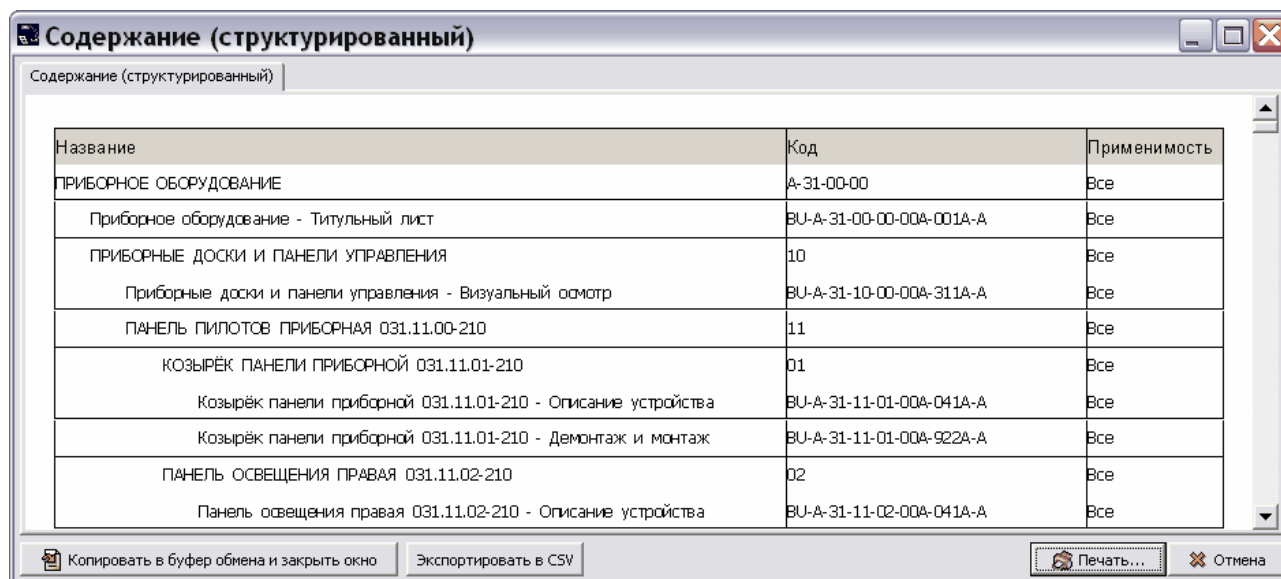

Рис. 8.61
- Нажмите на кнопку **Предпросмотр** в нижней части окна. При этом появится окно с созданным отчетом. Пример отчета **Содержание (структурированный)** показан на Рис. 8.61.